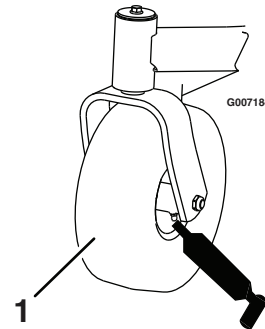
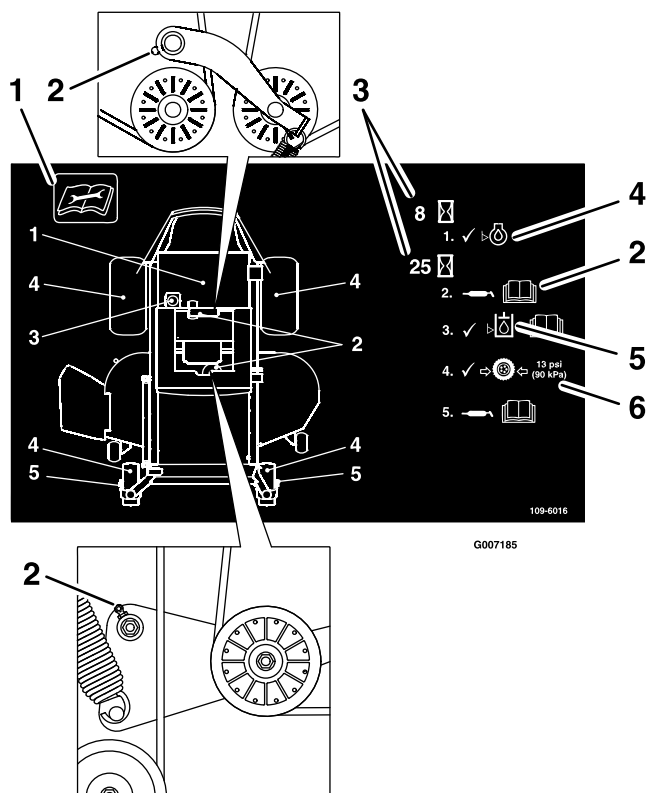

Figura 22
Figura 23
Engrase las ruedas giratorias delanteras y sus pivotes (Figura 22).
3. Limpie con un trapo los puntos de engrase (Figura 22 y Figura 23). Asegúrese de rascar cualquier pintura que hubiera sobre los puntos de engrase.
4. Conecte una pistola de engrasar a cada punto de engrase (Figura 22 y Figura 23). Bombear grasa hasta que empiece a rezumar grasa de los cojinetes.